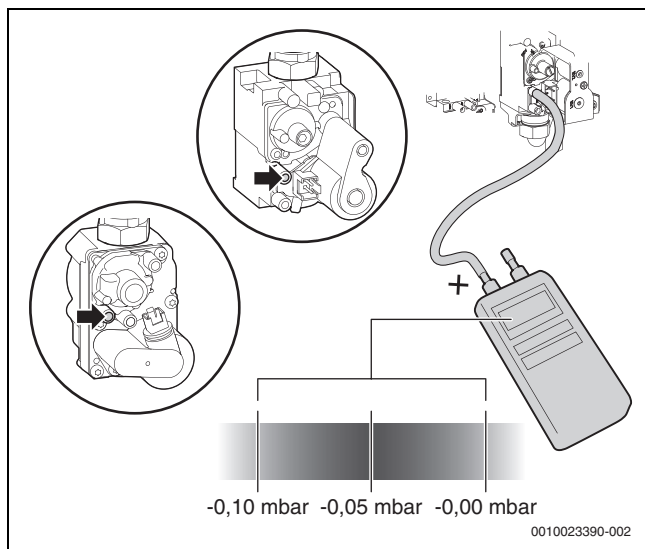

Fig. 45 Mesure de la pression différentielle
- ▶ Mesurer la pression différentielle de la vanne gaz (→ fig. 45). La pression différentielle idéale est de -0,05 mbar.